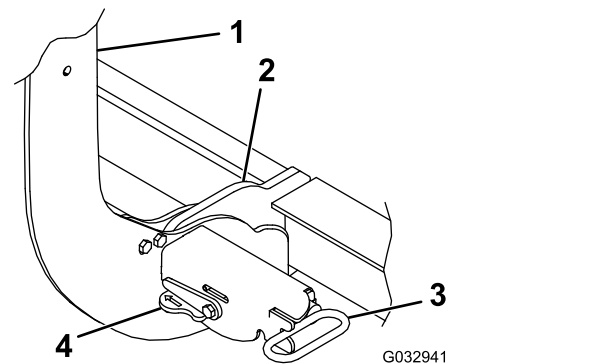

Figura 34
3. Mueva las palancas de los acoplamientos a la posición de ACTIVADO (Figura 34).
6. Asegúrese de que ambos cerrojos con muelle del acoplamiento están encajados por completo en el acoplamiento (Figura 34).